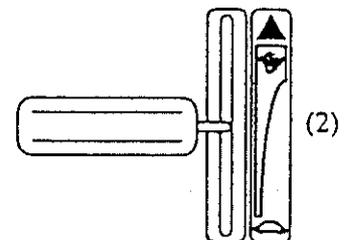

Figure 24
- 6) Placer le levier d'accélérateur à mi-gaz ② (fig.24).